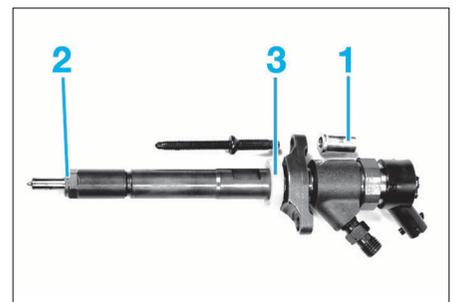

FIG. 35
- les canalisations haute pression des injecteurs (3).
- les écrous (1) (Fig.35).
- les joints (2).
- les bagues d'étanchéité d'injecteurs (3).